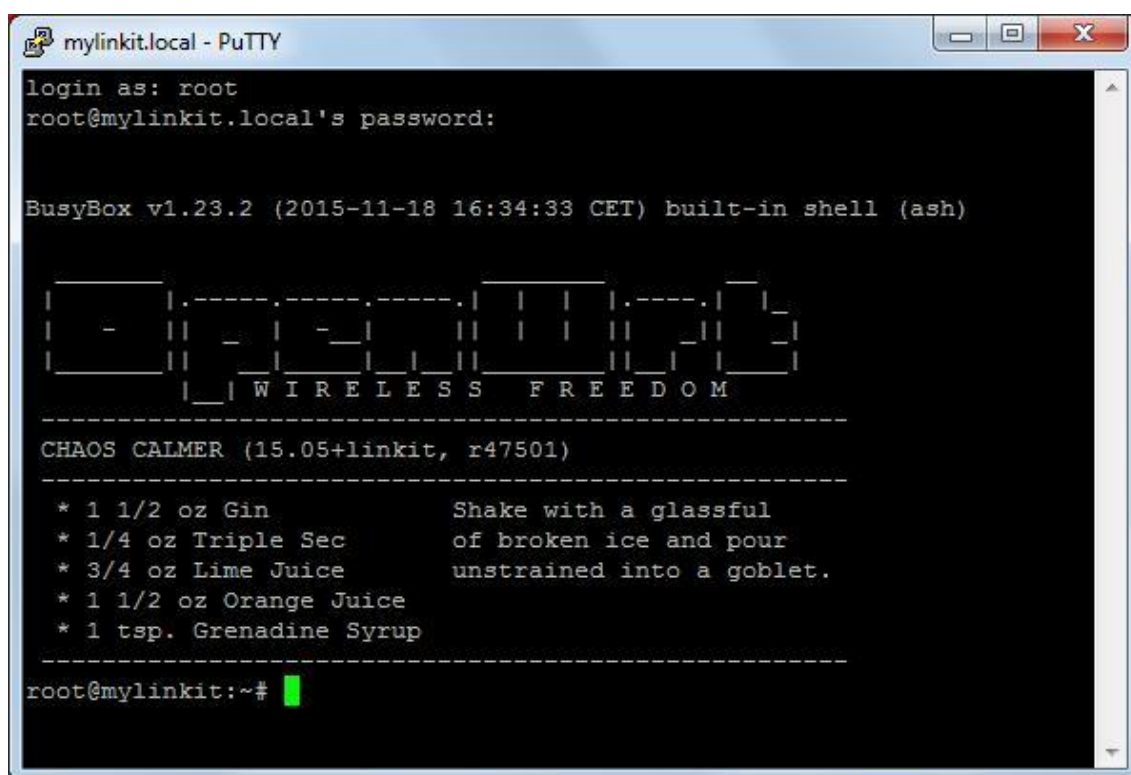

图 21 系统控制台
- 4) 在打开的 PuTTY 终端窗口中,使用用户名 **root** 登录并输入您先前在 Web UI 中设置的密码,登录后应该显示类似图 21 所示。